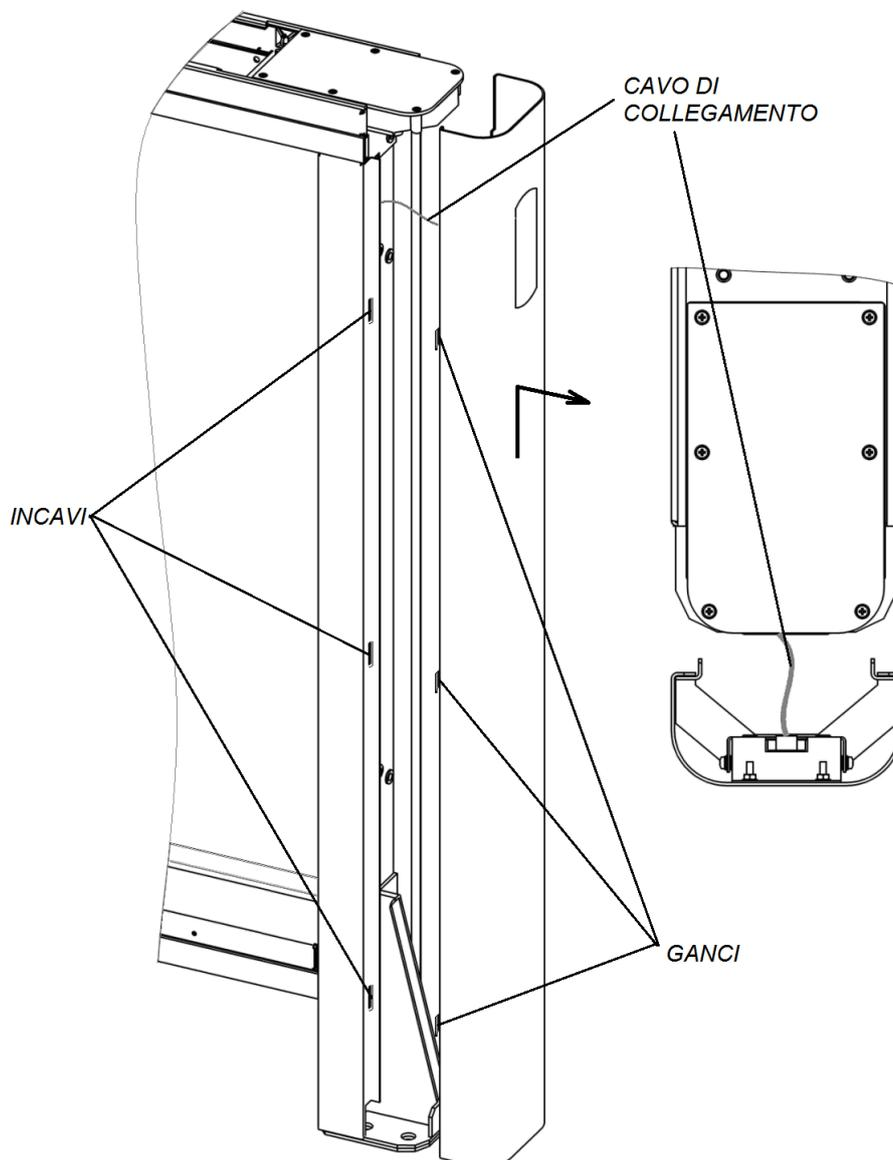

Fig. 19. Smontaggio del pannello frontale del montante laterale
Per smontare il pannello frontale del montante laterale (8) – spostare il pannello muovendolo lungo il montante all'insù e poi verso di sé, estraendo i ganci del pannello dagli incavi del montante laterale (rif. Fig 19). **Attenzione! Non danneggiare il cavo di collegamento!** Distaccare il connettore del cavo di collegamento dalla scheda del modulo di indicazione.